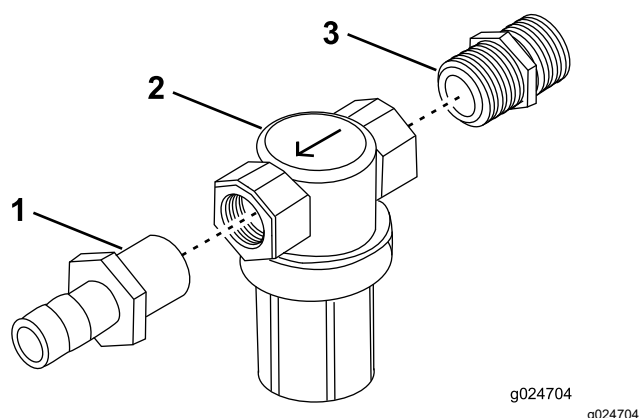

Figure 21
1. Montez l'embout fileté (1/2 pouce NPT x 1/2 pouce) dans l'entrée du filtre sous pression et le raccord droit cannelé (1/2 pouce NPT x 1/2 pouce) dans l'orifice de sortie (**Figure 21**).